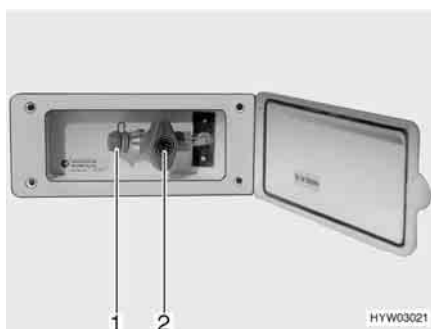

Fig. 68 Presa gas esterna, rubinetto di arresto del gas chiuso
La presa gas esterna si trova (Fig. 68) sul lato anteriore destro vicino al vano portabombole.
- Collegare l'apparecchio a gas esterno all'attacco (Fig. 68,1).
- Aprire il rubinetto di arresto del gas (Fig. 68,2).